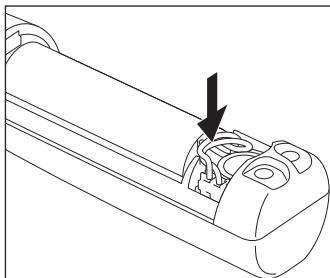
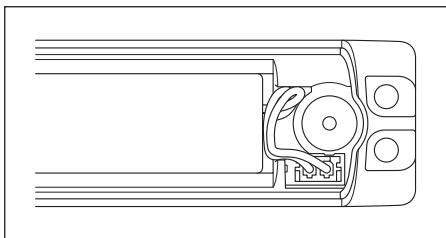

図 15
図 16
9) 余ったコードを図示の様に押し込み（図 15）、コードが図示のようになっていることを確認します。（図 16）